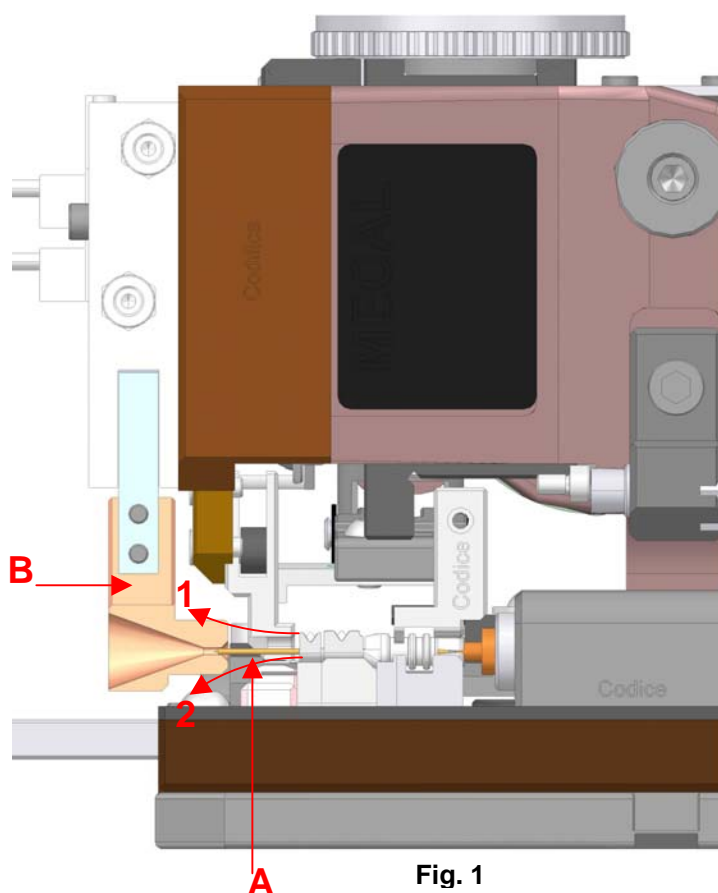

Fig. 1
- Posizionarsi di lato per verificare il centraggio (come in Fig.1)